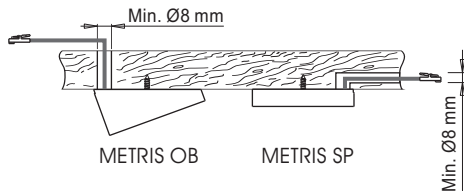

Fig 6
- If necessary, bore a $\varnothing \geq 8$ mm exit hole for the power supply cable as illustrated in figure 6.
- Für den Austritt des Netzkabels ggf. eine Bohrung mit $\varnothing \geq 8$ mm ausführen (siehe Abb. 6).